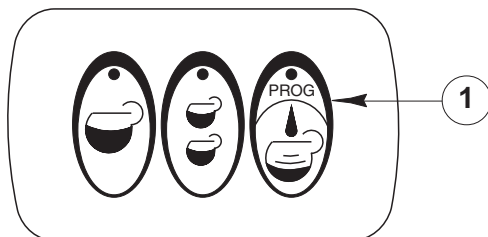

Abb. 2
- 4) Eine der zwei Drucktaste der Kaffeeversorgungstastatur (Abb. 2) entsprechend der gewünschten Kaffeedosis drücken.
Die Kaffeemaschine ist schon zur Dauerversorgung voreingestellt: die Kaffeeversorgung startet bei Betätigung der Taste "PROG" (Abb. 2; pos. 1) und wird bei neuer Tastebetätigung gestoppt.
Zur Programmierung der einzelnen Dosis wie folgt fortgehen: 5 Sekunden lang die Dauerversorgungstaste (Abb. 2; pos. 1) bis zum LED Aufblinken gedrückt halten. Die gewünschte Kaffeemenge bei Betätigung der entsprechenden Taste wählen (LED Einschaltung), und nach Erhalt der gewünschten Kaffeedosis die Taste wiederum drücken (LED Ausschaltung); die gewünschte Kaffeedosis ist auf dieser Weise korrekt programmiert.
Alle 15 Tage die Gruppe wie folgt waschen: den Filterhalter mit dem leeren Filter an der Gruppe einrasten und mehrmals die Taste (Abb. 1; pos. 6) drücken. Mehrmals auf die Taste "PROG" (Abb. 2; pos. 1) für die Ausführung BZ02 DE drücken. **N.B.:** Es können Spezialwaschpulver für Kaffeemaschinen benutzt werden, das in den leeren Filter zu streuen ist.